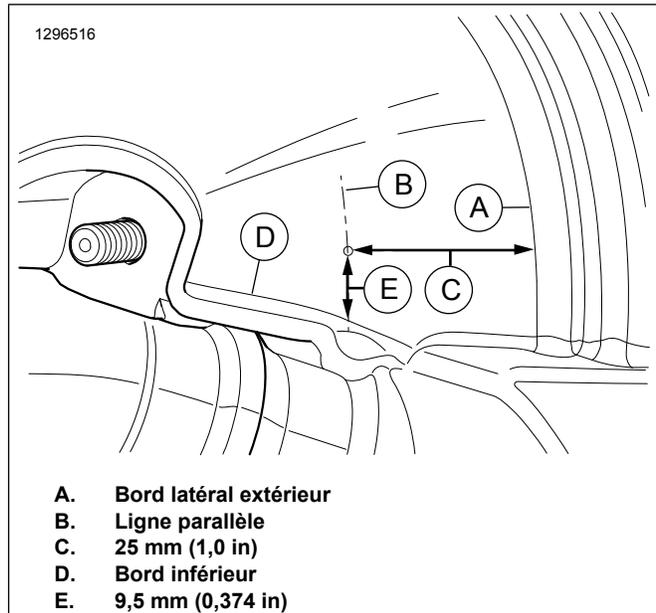

Figure 10. Emplacement de perçage
12. Consultez Figure 10. Depuis le bord latéral extérieur (A), tracez une ligne parallèle (B) à la distance spécifiée (C).